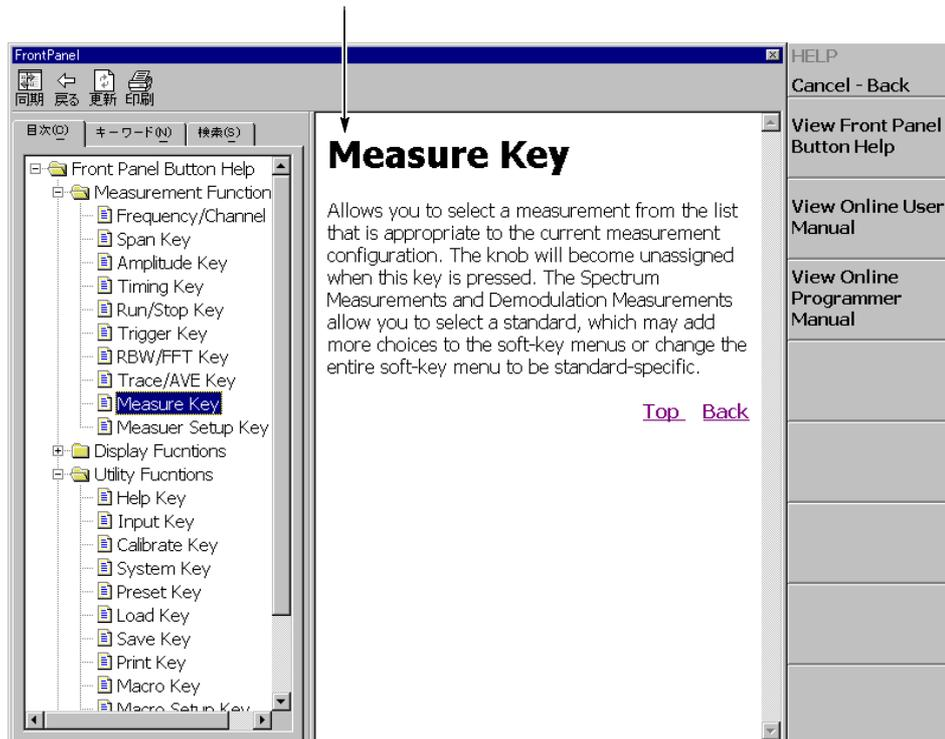

図 4-83 : MEASURE キーのヘルプ表示例
- 説明を表示するキーを押します。例えば、前面パネルの **MEASURE** キーを押せば、そのキーの説明が表示されます（図 4-83）。